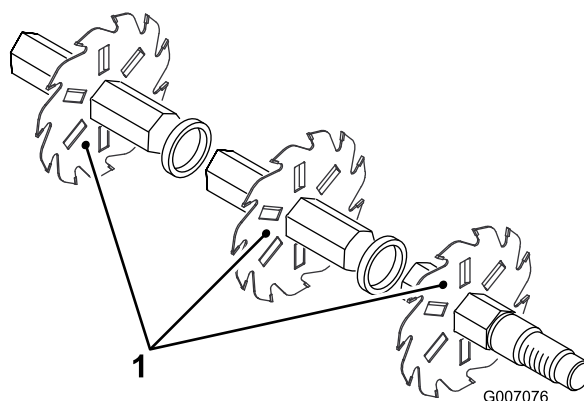

Figura 15
4. Installare la lama successiva in senso antiorario in modo che il foro indicatore di riferimento non sia allineato con il foro della prima lama su un lato dell'albero esagonale (Figura 15). Proseguire in questo modo all'installazione di distanziali e lame finché non è stato assemblato l'intero complemento di lame. Se correttamente installate, le lame sono centrate sull'albero e sfalsate in modo tale da presentarsi sotto forma di elica.